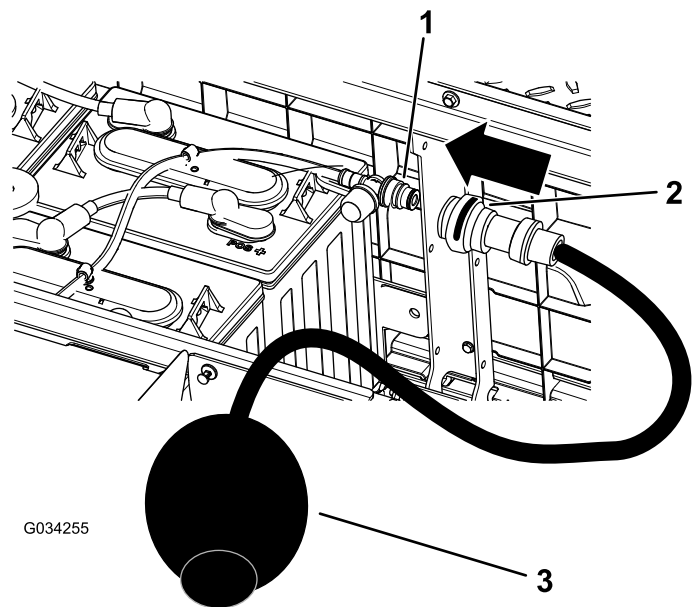

Figura 37
- Collegate la vostra pompa manuale Toro al foro di riempimento dell'acqua (Figura 37).